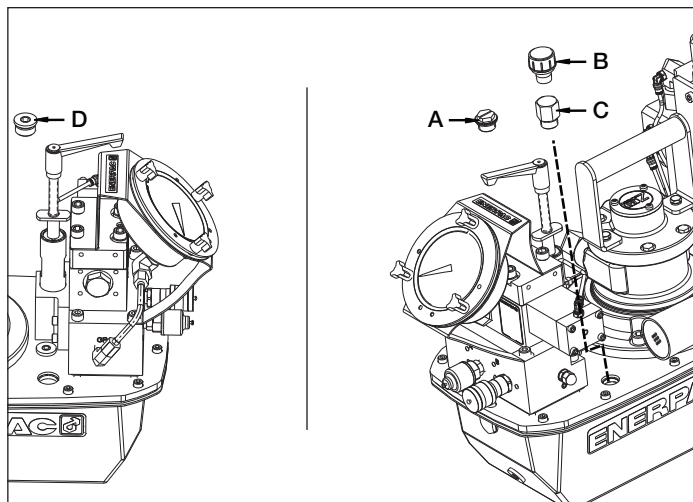
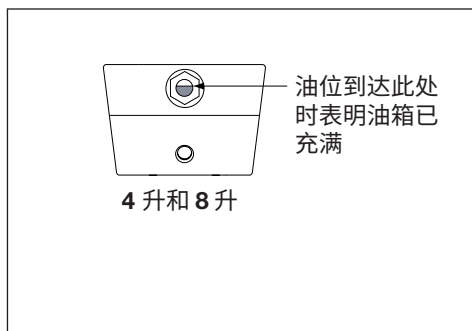

图 2 - 注油塞和通气帽
图 4
4.1 通气帽和注油塞 (请参阅图 2)
启动前检查泵的油位，必要时，从盖板上拔掉 SAE #10 塞，然后给泵加油 (见图 2)。当油位到达观察孔顶部时，就表明油箱已充满。(图 4)